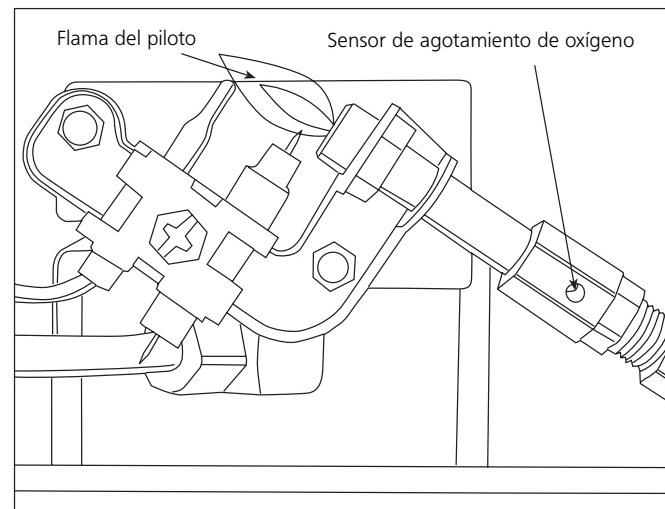

Figura 3
termocupla. La llama rodeará la termocupla justo debajo de la punta, ver Figura 3. Una llama levemente amarilla puede ocurrir cuando la llama del piloto y la llama del quemador principal se encuentran. El o los quemadores deberían ser anaranjados brillantes (con un leve color azul alrededor del borde y una bruma roja-anaranjada visible en el azulejo de cerámica es aceptable) y sin una llama muy notable. Una llama azul que sobresale de la parte superior del azulejo de cerámica indica la acumulación de polvo, pelusas o telarañas dentro del ensamble de la carcasa y del quemador principal. Si el piloto es amarillo o el quemador tiene una llama notable, es posible que sea necesaria una limpieza. Utilice los siguientes procedimientos para inspeccionar el ensamble de la carcasa y del quemador principal. Es necesario revisar periódicamente el orificio del o los quemadores y el tubo venturi del quemador para asegurarse de que están libres de insectos, nidos o telarañas que pueden acumularse con el tiempo. Un tubo obstruido puede generar un incendio.
- Retire los cuatro (4) tornillos que fijan la cubierta posterior del calentador. Levante levemente para retirar los (2) ganchos plásticos en la parte superior de la cubierta posterior.
- Retire los tres (3) tornillos que fijan la parte inferior de la campana extractora para dejar expuestas las aberturas de aire de los quemadores.
- Inspeccione y limpie el piloto (montado en el soporte) con una aspiradora o con aire a presión a través de los orificios en el piloto, los cuales se indican con flechas en la Figura 3.
- 11 Reinstale la parte inferior de la campana extractora con los (3) tornillos.
- 12 Deslice la cubierta posterior sobre los (2) ganchos plásticos en la parte superior del calentador. Asegúrese de alinear la cubierta trasera con las cubiertas plásticas laterales. Instale los (4) tornillos para mantenerla en su lugar.